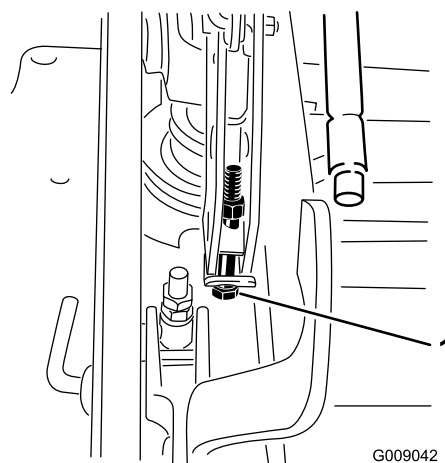

**Figura 87**
12. Per agire sull'impianto di regolazione da un punto unico, allentate i due bulloni alla base della piastra dell'altezza di taglio. Vedere Figura 87.
14. Serrate i due bulloni alla base della piastra dell'altezza di taglio (Figura 87). Serrate a 37-45 Nm.